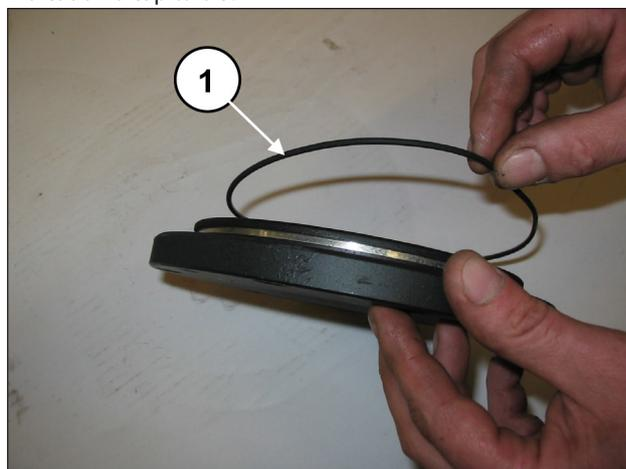
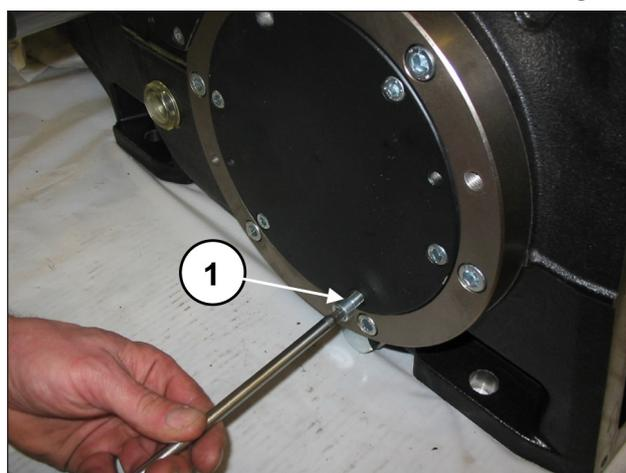

Fig. 90
Fig. 91
Remova a espessura anti-rotação sob o corpo da haste central. Monte as duas coberturas do rolamento (com anel circular relativo) (pos. ①, Fig. 90), mediante 6+6 parafusos M8x20 (pos. ①, Fig. 91). Calibre os parafusos com chave dinamométrica, conforme indicado no capítulo 3.